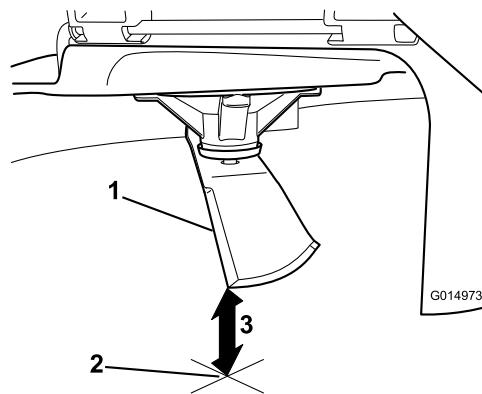

Figure 57
3. Mesurez la distance entre la pointe de la lame et la surface plane (Figure 57).